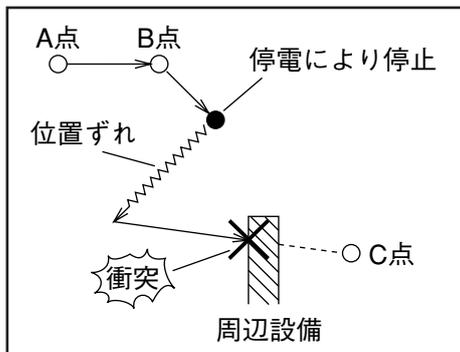
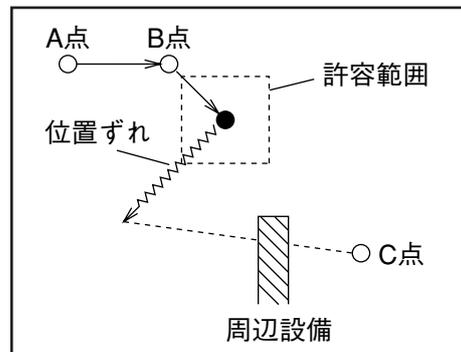

図3-4 位置ずれが大きい時の動作経路
図3-5 許容範囲外
停電中にロボットが外力を受けて、停電前の位置から離れた位置に動くことがあります。このように、位置ずれがあるときに運転を再開すると図3-4のように設備と衝突することがあります。このため図3-5のように停電時と電源回復時にロボットアームの位置が許容範囲外の場合は復電は行わずERROR481を表示します。この場合はプログラムを指定し先頭ステップより実行を行なってください。許容範囲はあらかじめ表3-33に従って設定します。この機能は、P3-35の表3-37の手順③に示すように